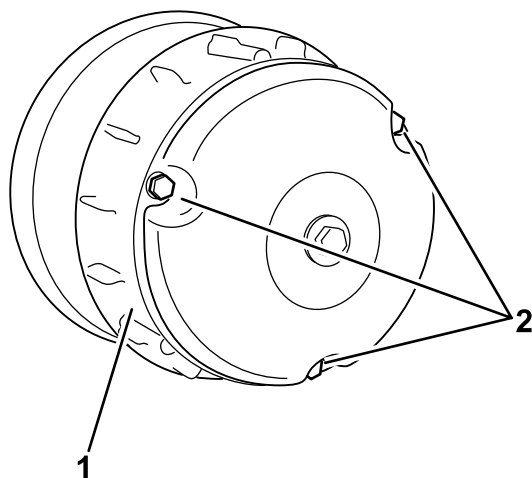

Bild 60
2. Entfernen Sie die drei Schrauben, mit denen die Abdeckung an der Kupplung befestigt ist, und nehmen Sie die Abdeckung ab (Bild 60).
4. Setzen Sie die Kupplungsabdeckung auf und befestigen Sie sie mit den drei in Schritt 2 entfernten Schrauben (Bild 60).